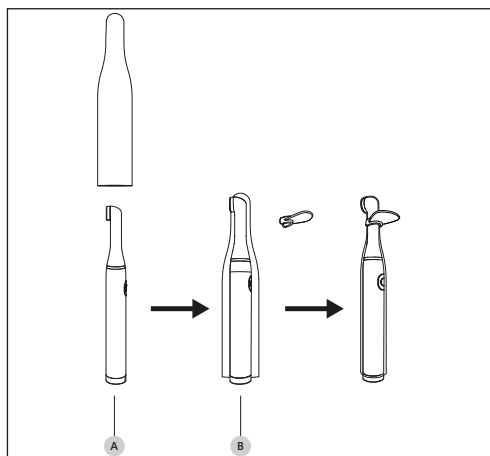

Abbildung 8 – Zubehör anschließen
2. Setzen Sie die Einweg-Schutzhülle auf das Handstück auf (Abbildung 8 auf Seite 15 - Bez. A);
3. Befestigen Sie den optischen Schutz auf dem Handstück (Abbildung 8 auf Seite 15 - Bez. B).